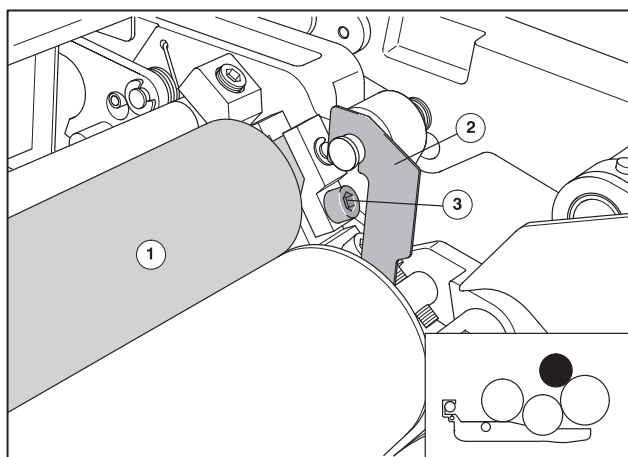

Рис. 11 Демонтаж увлажняющего растирочного валика
- ❶ Откройте защитное ограждение над формным цилиндром.
- ❷ Выньте уплотнители аппарата увлажнения (Рис. 11/❷).
- ❸ Выкрутите винт с внутренним шестигранником (Рис. 11/❸) на стороне привода и на стороне обслуживания инструментом печатника; винт остается в крышке.
- ❹ Снимите крышку.
- ❺ Выньте увлажняющий растирочный валик (Рис. 11/❶) с втулками подшипников на оси из опор. При демонтаже обратите внимание на соединение (поперечный штифт на оси увлажняющего растирочного валика).